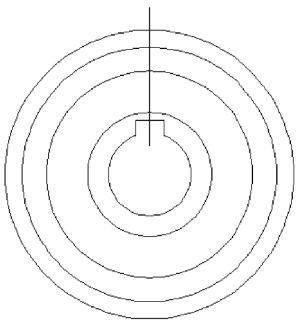

图 13-22 绘制的直线
2) 选择【常用】功能区|【绘图】选项板|【直线】按钮 ↗ ，捕捉最外侧圆上端的象限点和圆心绘制一条直线，并将直线向上延伸至合适位置，如图 13-22 所示。